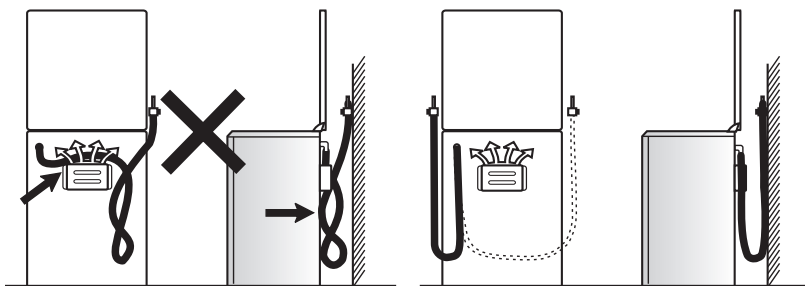

Рис.9
- **ПОМНИТЕ:** После установки плиты на место обязательно проверьте положение гибкого шланга подвода газа и шнура питания (рис.9). Они не должны проходить в зоне горячего воздуха дымохода. Во время работы духовки там возникает большая температура, которая может их повредить.